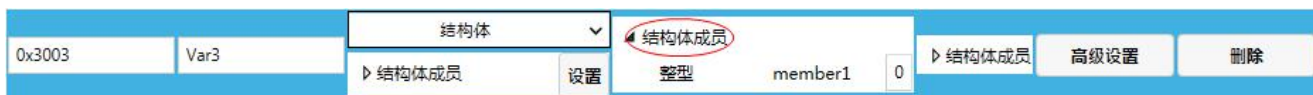

图 3.7 设置初始值/模拟值
3、点击初始值/模拟值下的结构体成员，可查看添加的结构体成员且设置其初始值/模拟值，如图 3.7 所示。